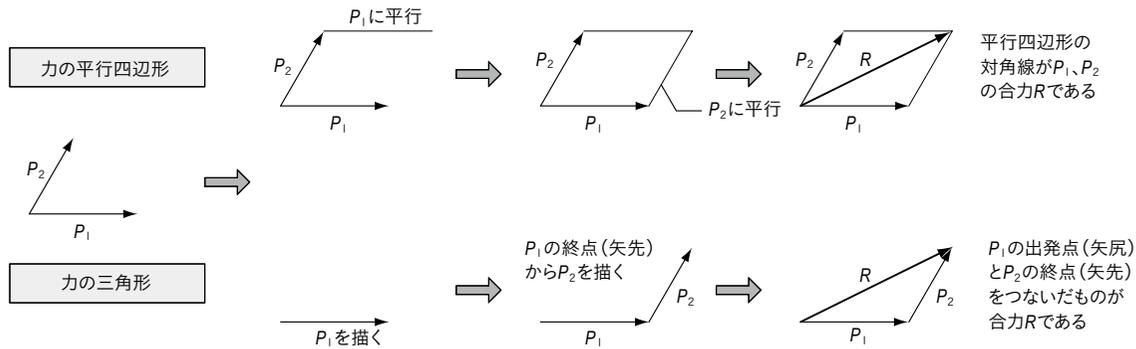

図 13 図式解法による力の合成
- (1) 力の合成は、図 13 に示すように**力の平行四辺形**や**力の三角形**を使って行う。